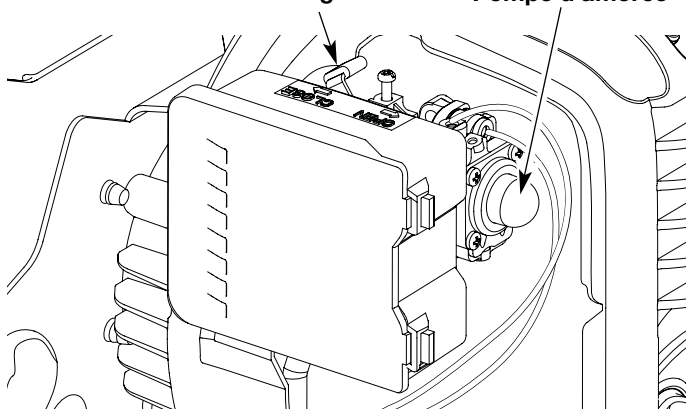

Fig. 9
**REMARQUE :** Remplissez ou ajoutez d'essence dans le réservoir uniquement lorsque le coupe-bordures est en la position horizontale (Fig. 9).
3. Appuyer sur la pompe d'amorce dix fois de suite. Une certaine quantité de **carburant devrait être visible dans l'amorce et des tuyaux de carburant** (Fig. 9). Si vous ne voyez pas de carburant dans la pompe, appuyez dessus autant de fois de suite que nécessaire jusqu'à ce que vous en voyiez arriver dans l'amorce.